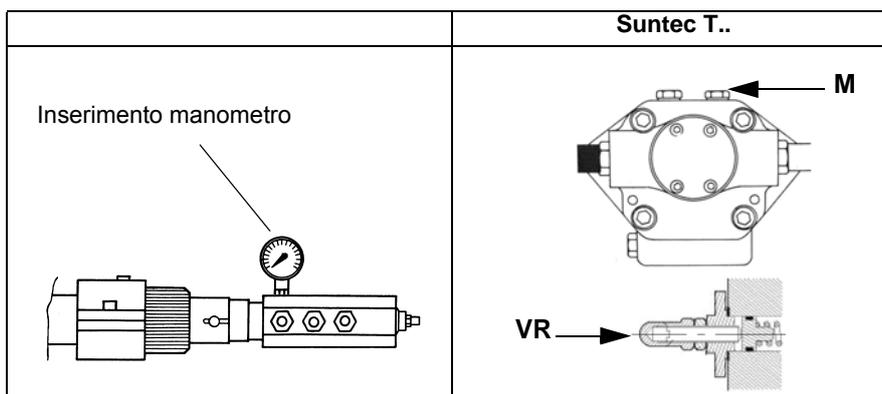

Fig. 20
- 3 sfiatare l'aria dall'attacco (**M**) manometro della pompa (Fig. 20), allentando leggermente il tappo, senza toglierlo; quindi rilasciare il contattore.
- 4 Solo se necessario, regolare la pressione di alimentazione (vedi relativo paragrafo) nel modo seguente: inserire un manometro nella posizione indicata in Fig. 20 agire sulla vite di regolazione **VR** della pompa (vedi Fig. 20 e pag. 24) fino ad ottenere una pressione all'ugello pari a 25 bar (vedere grafici a pag. 41);